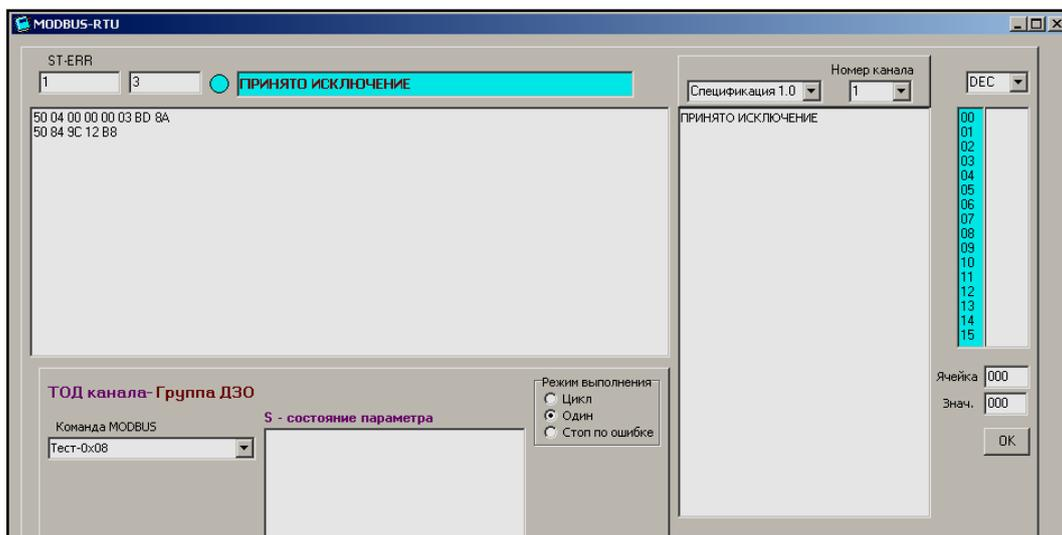

Рисунок 7.7
7.1.6 Установка значения параметра «Номер канала» (выбор измерительного канала). Если канал существует, включен и датчик(и) подключен(ы), то после выбора канала на панелях формы отображается информация представленная на рисунке 7.5 с точностью до типа ТОД, номера канала, маски параметров и количества параметров. В противном случае Slave формирует ответ-исключение (рисунок 7.7). При успешном выполнении устанавливается набор команд Modbus соответствующий типу ТОД канала.